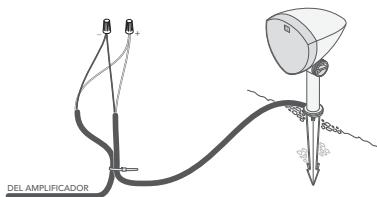

Figura 9
- Empezando por el altavoz más alejado del amplificador, pele 3/4 de pulgada de aislamiento en el extremo contado de los cables de entierro para el canal de amplificador apropiado, según las tablas siguientes; a continuación, pele el aislamiento de los extremos del cable flexible del altavoz correspondiente (ver figura 9).
- Conecte el cable de entierro al cable flexible del altavoz con una brida de alambre (ver figura 9).